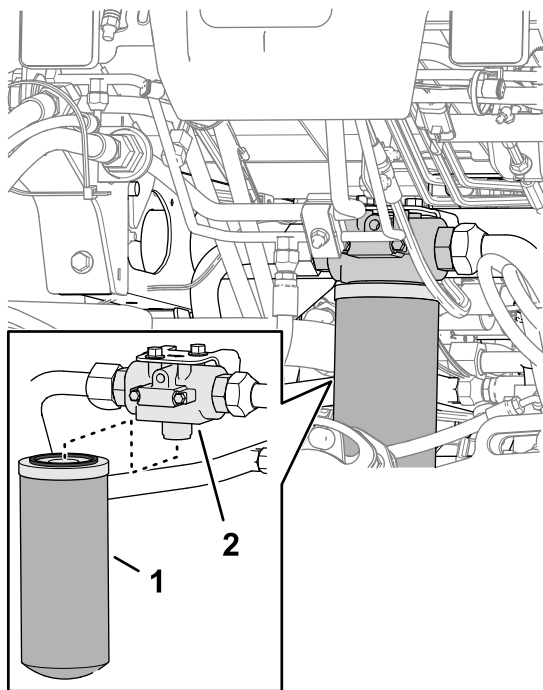

**Figura 106**
2. En la parte delantera de la máquina, coloque un recipiente de vaciado debajo del filtro de retorno (Figura 106).